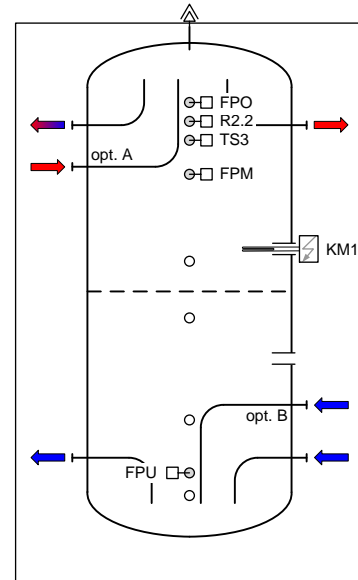

Bild 3: NT-Systempufferspeicher
- Die Systempufferspeicher müssen unbedingt mit den in Bild 3 + 4 dargestellten optionalen Stützen bestellt werden. Die Anschlüsse sind gemäß dem Hydraulikschema anzuschließen.
- Die Temperaturfühler sind gemäß Bild 3 + 4 zu positionieren.